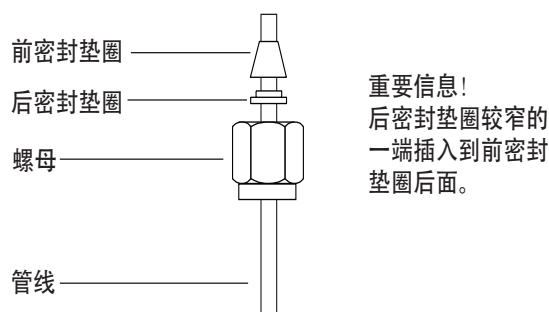

图 17 Swagelok 螺母和密封垫圈
- 1 将 Swagelok 螺母、后密封垫圈和前密封垫圈置于管线中，如图 17 所示。